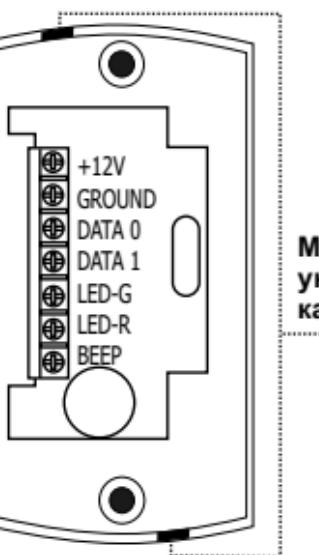

Рис. 3
3. В зависимости от того, в какую сторону прокладывается кабель подключения считывателя, удалите тонкую перемычку (рис.3) и проложите кабель. При подаче питания на считыватель загорается красный светодиод.